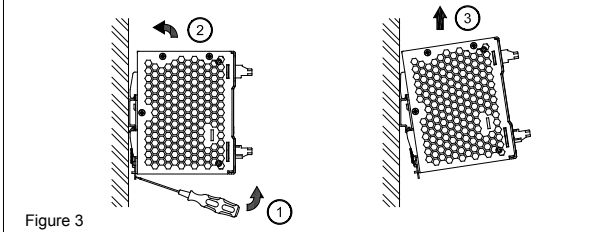

Figure 3
4. Demontage (Abb. 3)
Zum Desinstallieren, entfernen, ziehen bzw. schieben Sie die Verriegelung wie in Abb.3 gezeigt. Dann schieben Sie die Einheit in die entgegengesetzte Richtung, lösen Sie die Verriegelung und Ziehen Sie das Gerät von der Schiene.